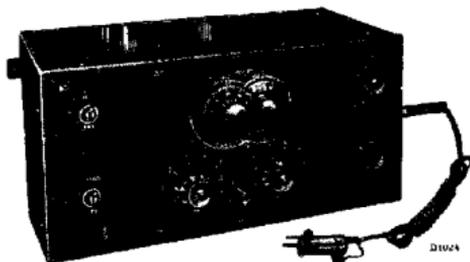

Abb. 3
1. Ein Serviceoszillator (G.M. 2880, Abb. 3), eine Kunstantenne für 200-3000 m. (200 μF , 25 μH und 20 Ohm) und eine Kunstantenne für 14-200 m. (400 Ohm).